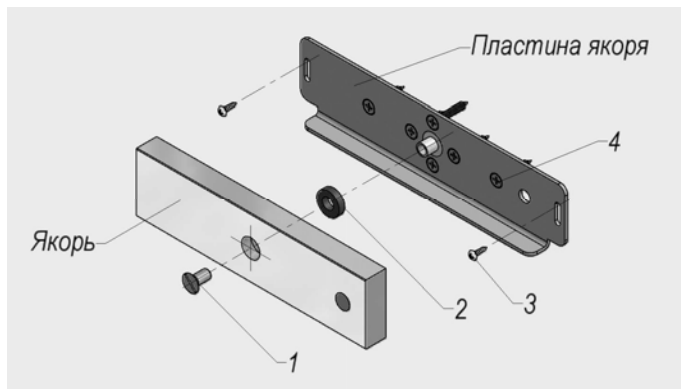

Рис.2
В комплекте поставки замка **AL-350FB-02** элементы крепежа якорной части заменены комплектом крепления якоря **AL-350P** (рис.2):
- комплект крепления якоря **AL-350P** (Рис.2).
Якорь замка для варианта поставки **AL-350FB-02** устанавливается без сверления монтажных отверстий в двери. Якорь соединяется с пластиной винтом М6х12 через амортизирующую резиновую шайбу и затем через регулировочные пазы в пластине крепится саморезами (поз.3 рис.2) к двери. После окончательной регулировки взаимного положения корпуса и якоря при закрытой двери саморезы (поз.3) затягиваются, якорь снимается с пластины и выполняется крепление пластины к двери саморезами (поз.4), после чего якорь снова устанавливается на пластину.